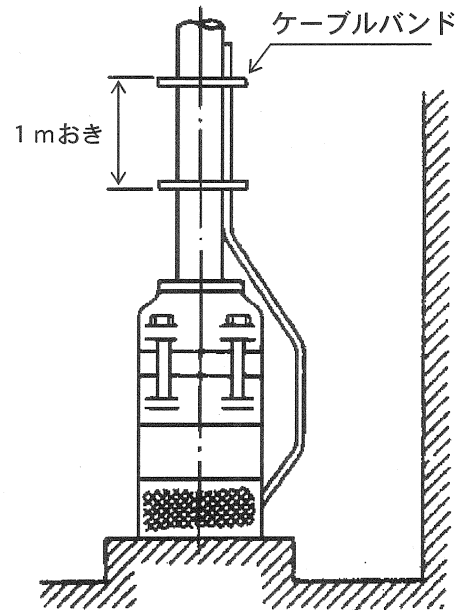

図 13
- (1) フレキシブルパイプ以降の吐出し管重量が、フレキシブルパイプに加わらぬよう、支持装置を設けてください。フレキシブルパイプを伸ばす、またはねじって取り付けることは絶対に避けてください。フレキシブルパイプに内圧が加わると、配管に大きな力がかかりますので、その力に十分耐える配管支柱を設けてください。
- (2) ポンプよりユニット曲管までの配管にもポンプ及びユニットに配管重量が加わらぬよう、適当な支持装置を設けてください。
- (3) 配管は途中で空気だまりの出来ないようにし、装置上どうしても空気溜りが避けられない箇所には、空気抜き弁を設置してください。
- (4) ケーブルはケーブルバンドで吐出し配管に固定してください(図 13 参照)。